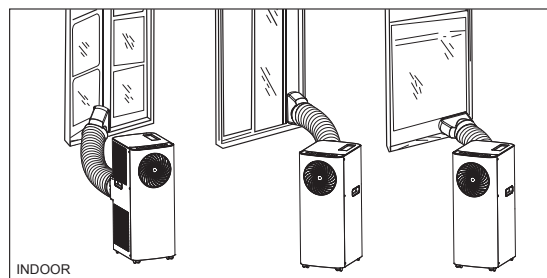

Fig. 4
- 2/ Far scorrere l'altro connettore di scarico (n. 12) verso l'uscita dell'aria (n. 7) sul retro dell'unità. Svolgere il tubo (n. 11) fino al raggiungimento della lunghezza desiderata e mettere in posizione il beccuccio di scarico (n. 14), attraverso una finestra aperta come mostrato nella fig. 4.